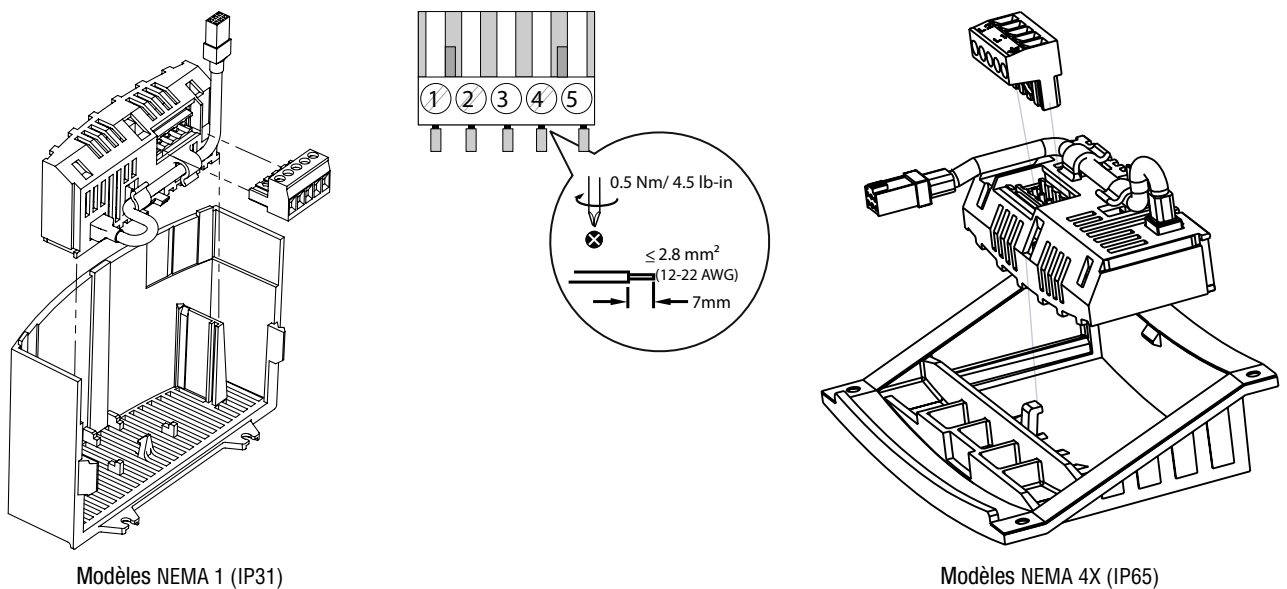

Figure 2 : Installation du module de communication PROFIBUS-DP
2. Insérer le module PROFIBUS en option dans le capot et l'encliqueter fermement en position tel qu'illustré à la figure 2.